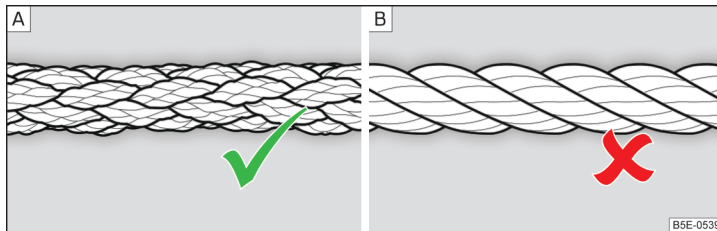

Fig. 158 Cablul de tractare împletit/cablul de tractare înfășurat
Pentru tractare trebuie utilizat un cablu de tractare împletit » fig. 158 - A.
- La tractare nu utilizați cablu de tractare înfășurat » fig. 158 - B, cârligul de tractare s-ar putea desface la autovehicul - există pericol de accident.